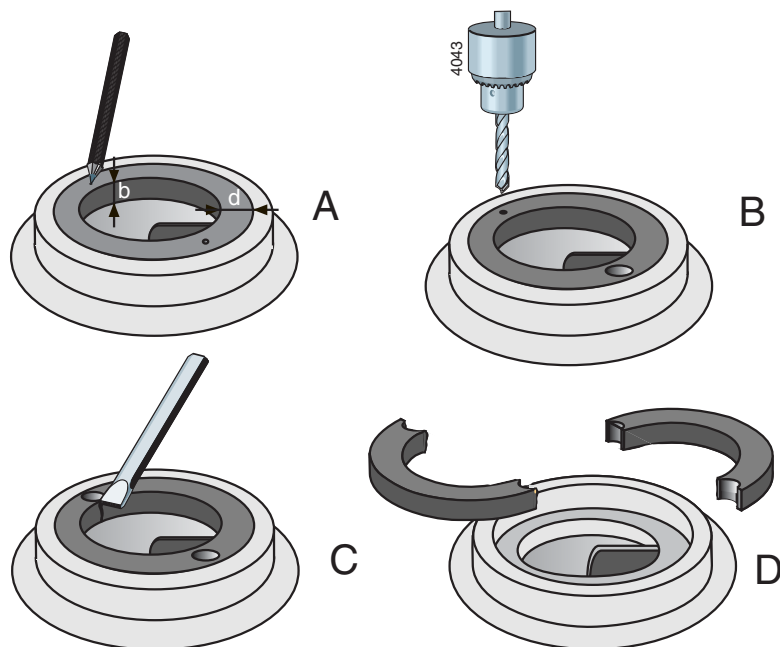

Рисунок 10: Извлечение компенсационного кольца
- 1 Измерьте толщину (D) и ширину (B) кольца, см. рисунок 10 A.
- 2 Прodelайте центрующие отверстия посередине кромки кольца в двух противоположных точках, см. рисунок 10 B.
- 3 Пользуясь сверлом с диаметром несколько меньшим, чем толщина кольца (D), просверлите в кольце два отверстия, см. рисунок 10 C. Глубина сверления не должна превышать ширину кольца (B). Старайтесь не повредить установочную фаску корпуса насоса.
- 4 Пользуясь зубилом, вырубите оставшуюся часть толщины кольца. Теперь кольцо можно разделить на две части и извлечь его из корпуса насоса, см. рисунок 10 D.